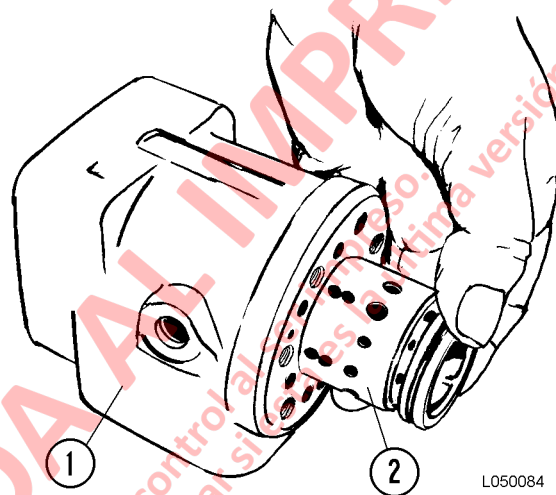

FIGURA 5-11. INSTALACIÓN DEL CARRETE
9. Coloque la unidad de control de dirección con la carcasa en posición horizontal. Guíe lentamente el carrete (lubricado) y la camisa con las piezas de encaje hacia el orificio con leves movimientos de giro. Consulte la Figura 5-11.